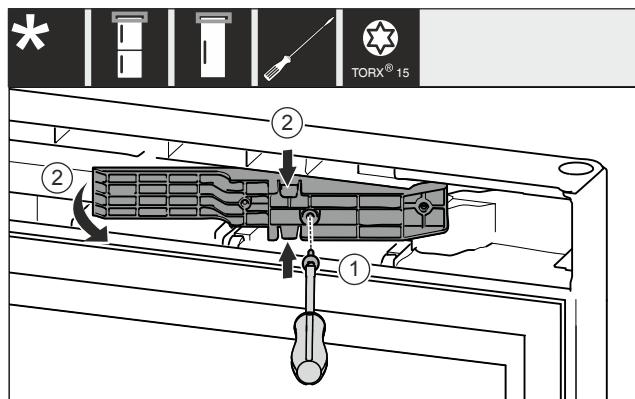

Fig. 12 *
- Schrauben mit Schraubendreher T15 lösen. Fig. 12 (1)*
- Adapterstück herausziehen. Fig. 12 (2)*